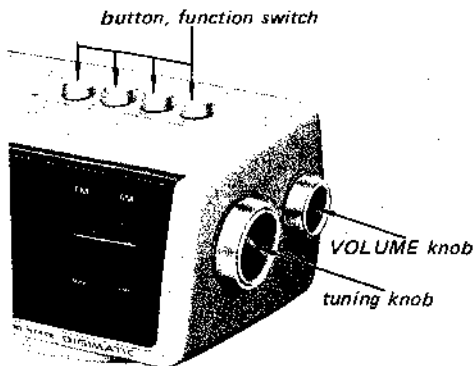

Fig. 2-2.
2. Entfernen des Lautstärke- und Senderwahlknopfes und der 4 Funktionsschalter (Fig. 2-2).